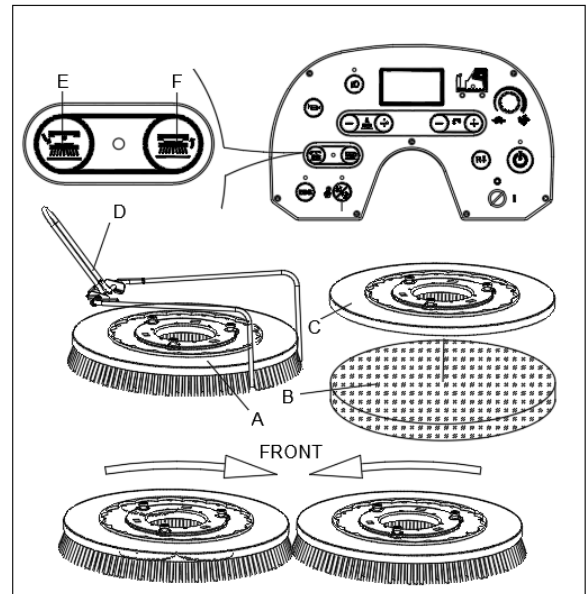

Figure 8
Installer soit la brosse (A, Figure 8) soit le support de disque (B et C, Figure 8) selon le type de sol à nettoyer.
2. Placer les brosses (A, Figure 8) ou les supports de disque (B, Figure 8) sous le plateau. Utiliser la butée d'installation de la brosse (D, Figure 8) pour faciliter la recherche de la bonne position de la brosse/du support de disque.
3. Installer la brosse/le support de disque, en appuyant sur le bouton à clic de la brosse/du support de disque (F, Figure 8) ; la brosse/le support de disque sera automatiquement installé. Le sens de rotation est indiqué (Figure 8). Le voyant LED clignotera.
1. Insérer la clé de contact (53, Figure 3) et la tourner sur « I ». S'assurer que la brosse/le support de disque est en position haute (HAUT). Retirer la brosse/le support de disque, en appuyant sur le bouton de déblocage de la brosse/du support de disque (E, Figure 8) ; la brosse/le support de disque sera automatiquement déblocé. Le voyant LED sera fixe.